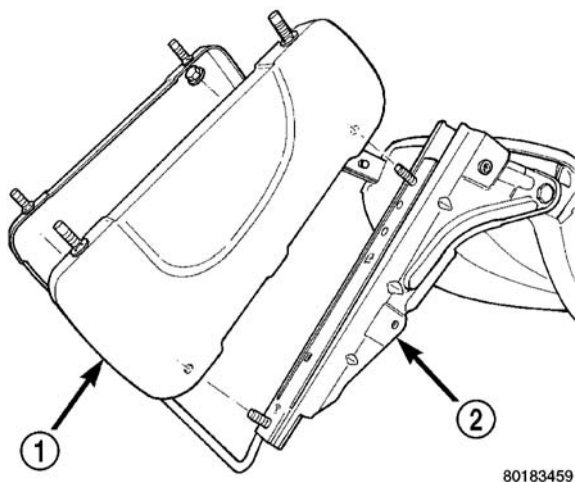

图 20 前座椅升降器-手动滑轨
- (1) 从车辆卸下座椅。(参见 23-车身/座椅/前座-拆卸)
- (2) 从座椅升降器拆卸储物箱。(参见 23-车身/座椅/椅下储物箱-拆卸)
- (3) 拆卸将座椅升降器固定到手动座椅滑轨的螺母(图 20)。
- (4) 将座椅升降器拆离座椅。
- (1) 将升降器装到座椅上。
- (2) 安装将升降器固定到手动座椅滑轨的螺母(图 20)。拧紧紧固件至 $81 \text{ N} \cdot \text{m}$ (60 ft.lbs.) 的扭矩。
- (3) 如配备, 则将储物箱安装至升降器。(参见 23-车身/座椅/椅下储物箱-安装)
- (4) 将座椅安装至车辆。拧紧紧固件至 $54 \text{ N} \cdot \text{m}$ (40 ft.lbs.) 的扭矩。(参见 23-车身/座椅/前座-安装)